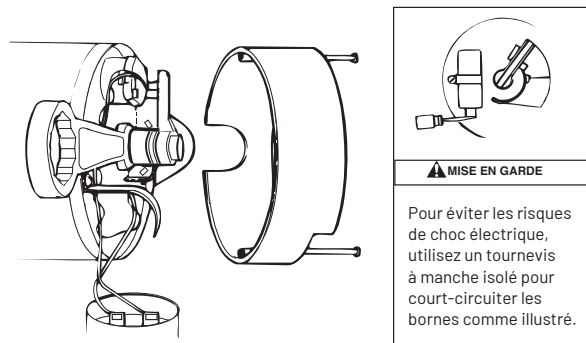

FIGURE 13 – IMMOBILISER L'ARBRE
4. Si l'impulseur doit être remplacé, desserrez deux vis mécaniques et retirez le capot du moteur (figure 13).
5. **MISE EN GARDE LA TENSION DU CONDENSATEUR PEUT ÊTRE DANGEREUSE.** Pour décharger le condensateur, tenez le tournevis à manche isolé **PAR LE MANCHE** et effectuez un court-circuit dans les bornes du condensateur (figure 13). Ne touchez pas la lame métallique du tournevis ni les bornes du condensateur. En cas de doute, consultez un électricien qualifié.